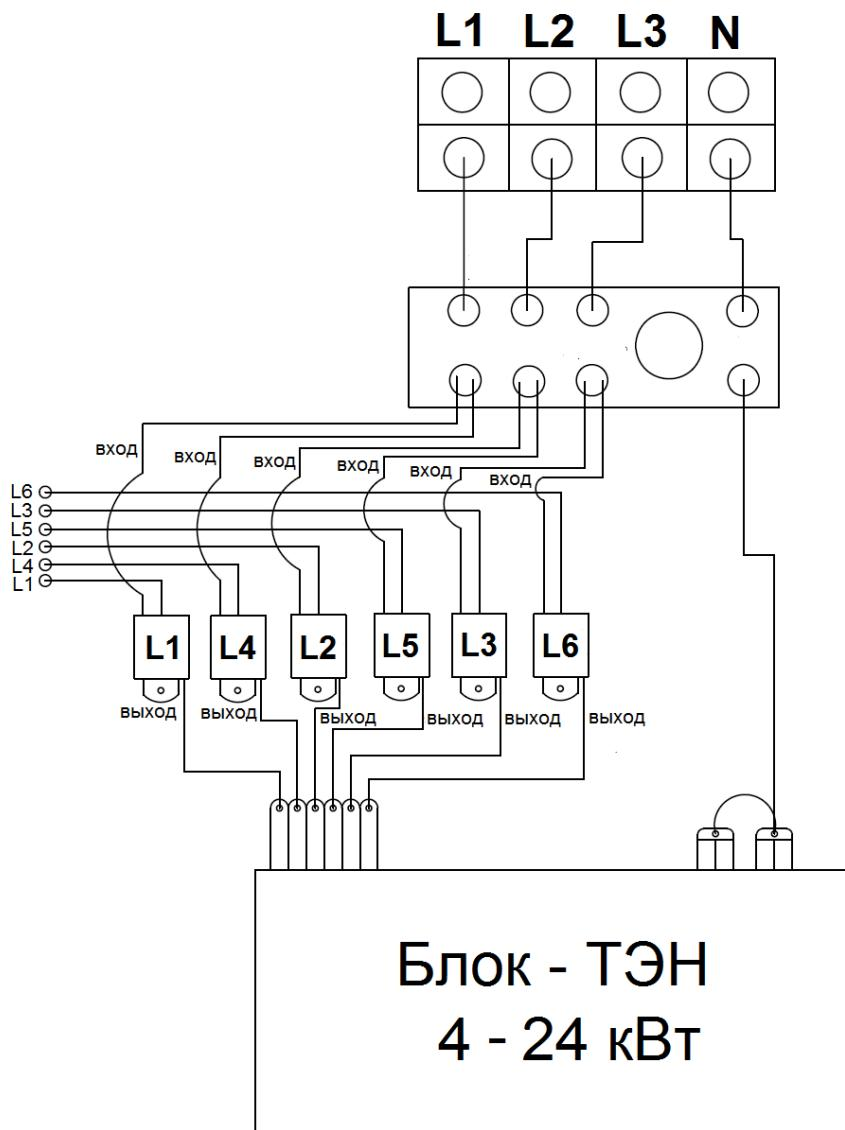

Рис. 14
- Для повышения давления в СО и в электрокотле установлен кран подпитки (См. Рис.14). При повышении давления в СО и в электрокотле с использованием крана подпитки **необходимо** соблюдать следующие условия: